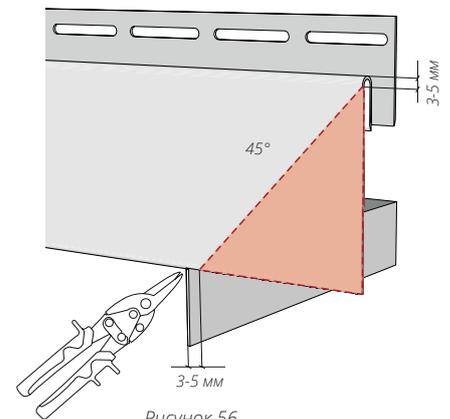
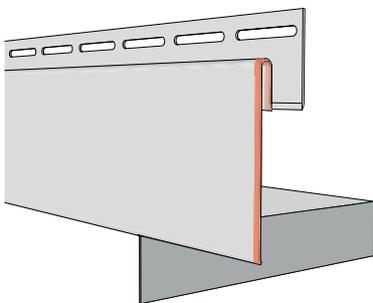
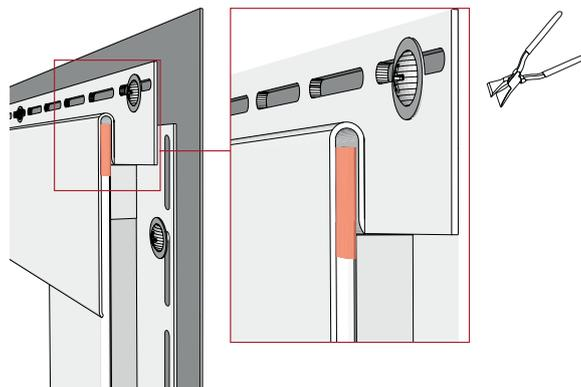

Рисунок 56
Рисунок 65
Рисунок 68
15.11 Если соединение околооконных планок нужно выполнить под углом 45° , верхнюю околооконную планку с обеих сторон нужно подрезать согласно (рис. 56).
15.15 После монтажа околооконные и финишные планки должны оставаться подвижными, независимо друг от друга. На рис. 65, 66, 67 показаны части, которые необходимо точно подогнать. На рис. 68 показана верхняя часть боковой околооконной планки, которую можно поджать, используя клещи прямые, чтобы в месте примыкания был более легкий ход. При резе верхней околооконной планки под углом 45° (рис. 56) использовать поджим не нужно.